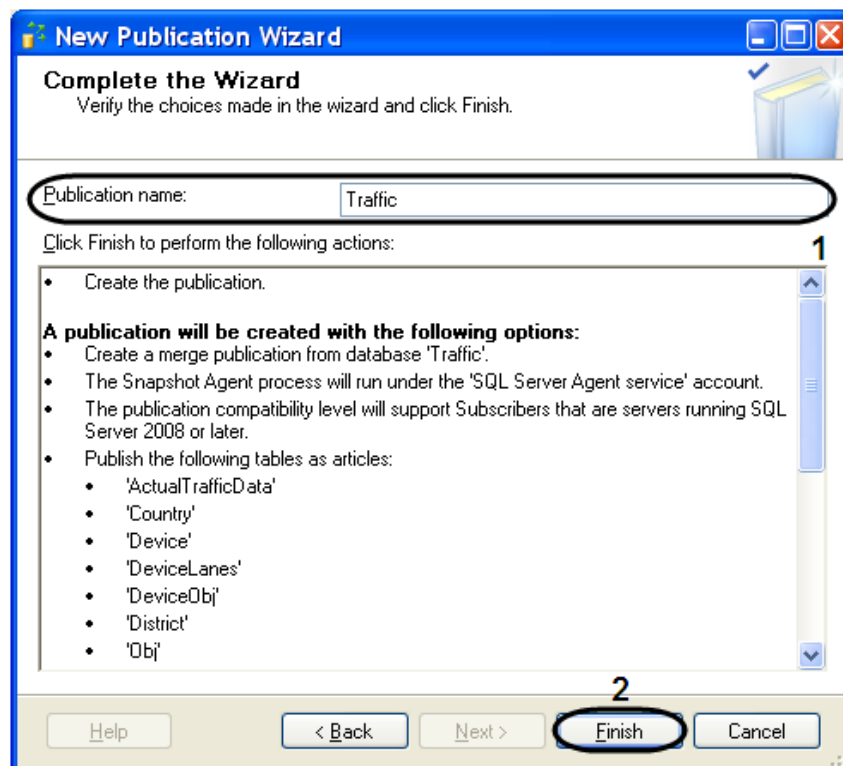

Fig. 9.3-10 Publication name and description
10.14. On the tab «Complete the wizard» enter the publication name in the field «Publication name» (Fig. 9.3-10, 1).
10.15. Click «Finish» to create a new publication (Fig. 9.3-10, 2).